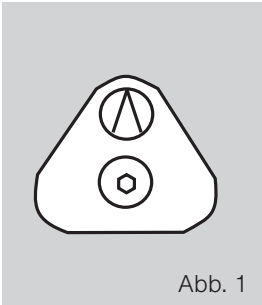
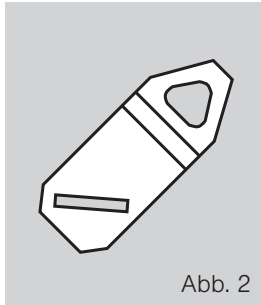

Abb. 1
Abb. 2
**Schritt 1:** Drehschieber (Abb. 1) mit Handhebel (Abb. 2) so einstellen, **dass Pumpensymbol in Richtung Heizungsumwälzpumpe zeigt und eine Spitze des Drehschieber-Dreikants exakt auf den mittleren Stutzen des Mixers zeigt.**